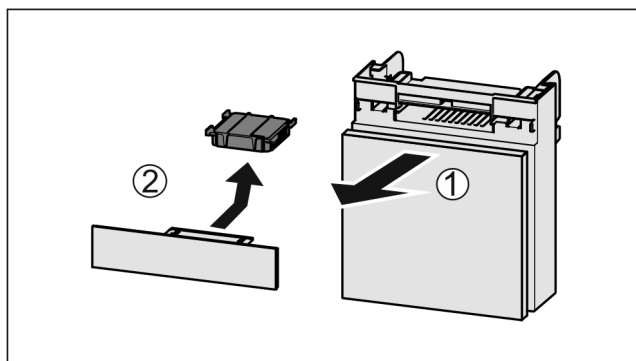

Fig. 89
- ▶ Вытянуть Fig. 89 (1) отделение движением вперед.
- ▶ Извлечение Fig. 89 (2) фильтра с активированным углем.